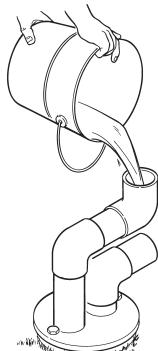

Figure 11
7. Tout en retenant EN TOUTE SÉCURITÉ les tuyaux, les remplir d'eau pour s'assurer que les raccords et que le clapet anti-retour ne fuient pas (voir la Figure 11). Les tuyaux doivent garder l'eau, sinon les débrancher et déterminer où se trouve la fuite. Refaire les raccords qui fuient avec du ruban en téflon et resserrer les colliers. Répéter l'opération de remplissage jusqu'à ce que les tuyaux ne fuient plus.